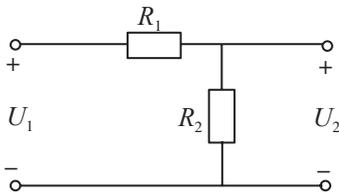

图 1-43 简答题 4 电路图
4. 串联电阻分压器如图 1-43 所示, 已知输入电压  $U_1=36\text{ V}$ , 要求输出电压  $U_2=12\text{ V}$ , 这时  $R_1$  和  $R_2$  的阻值应满足什么关系? 如果  $R_2=1\text{ k}\Omega$ ,  $R_1$  的阻值是多少?